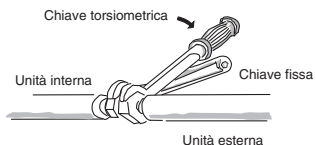

Fig. 5-6
- Nel rimuovere i dadi svasati dai collegamenti oppure quando li si stringe dopo aver collegato i tubi, usare due chiavi fisse o regolabili nel modo mostrato in figura. (Fig. 5-6)